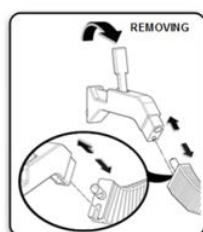

図.7
- (1) アダプターがハンドピースに取り付けられている場合、作業を続ける前にバッテリーが取り外されていることを確認する。
- (2) 図7のように、ロックングラッチを完全に開いた状態にし、ブローチを取り外す。